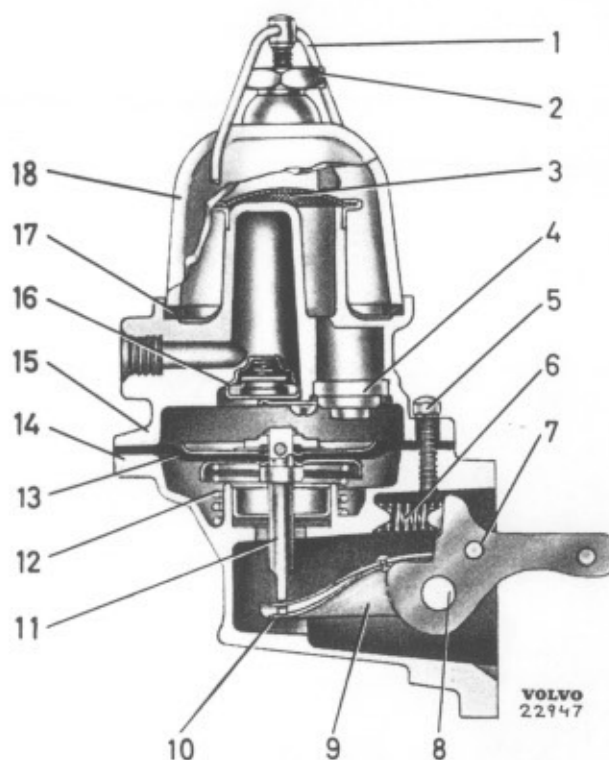

Bild 1-17. Bränslepump
Bränslepumpen (bild 1-17 och 5 plansch 1-A) vilken är placerad mellan cylinderraderna, ovanför kamaxeln, drivs från en excenter på denna. Rörelsen
Då håvarmen (7, bild 1-17) tryckes uppåt av stötstången drages membranet (13) nedåt varvid bränsle suges in genom inloppsventilen (4). Fjädern (12) under membranet tryckes därvid ihop. När håvarmen vänder strävar fjädern att trycka upp membranet och bränslet sättes därvid under tryck samt strömmar till förgasaren genom bränsleröret. När flottörventilen i förgasaren stänges, uppstår ett mottryck i bränslet varvid pumpverkan upphör.